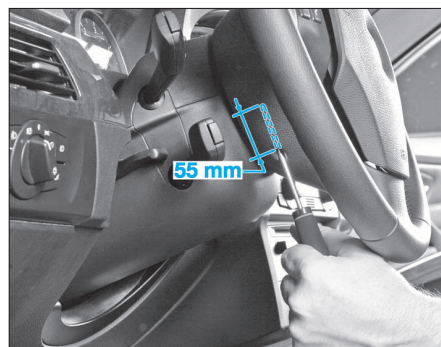

FIG. 1
- Introduire un tournevis Torx (T20) dans un des orifices situés de part et d'autre du volant sur 55 mm, après avoir percé l'opercule (Fig.1).